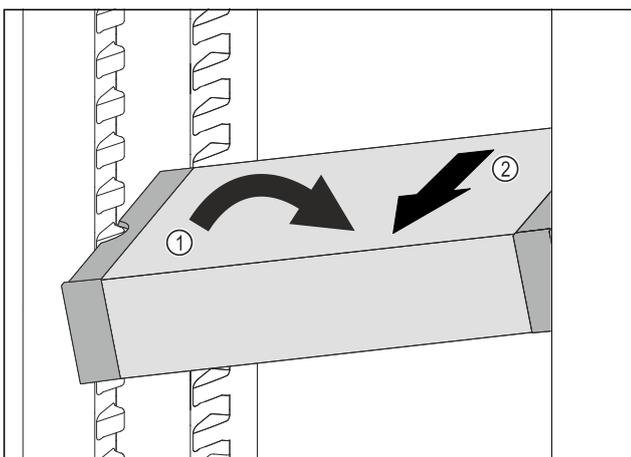

Fig. 93
- Impostare il vano frigorifero di VarioSafe ad angolo. Fig. 93 (1)
- Rimuovere VarioSafe tirando in avanti. Fig. 93 (2)